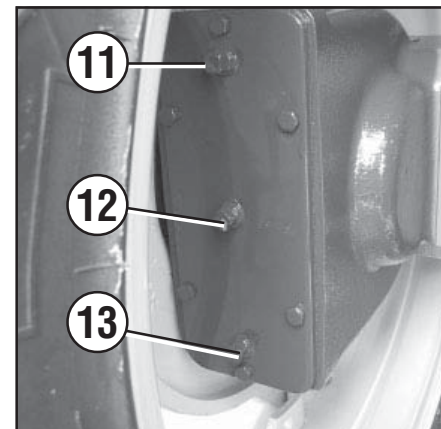

Fig. 71
- TRF-TRX: Töm oljan genom propparnas öppningar (13 fig. 71) och fyll på genom propparnas öppningar (11 fig. 71). Kontrollera nivån som ska nå proppens öppning (12 fig. 71).